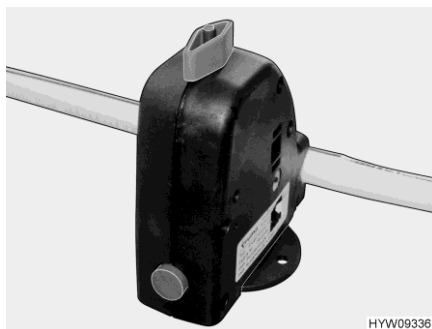

Fig. 131 Valve de sécurité et de vidange
- Ouvrir la valve de sécurité et de vidange (Fig. 131). Tourner le bouton rotatif (Fig. 131) dans le sens longitudinal par rapport à la valve de sécurité et de vidange.